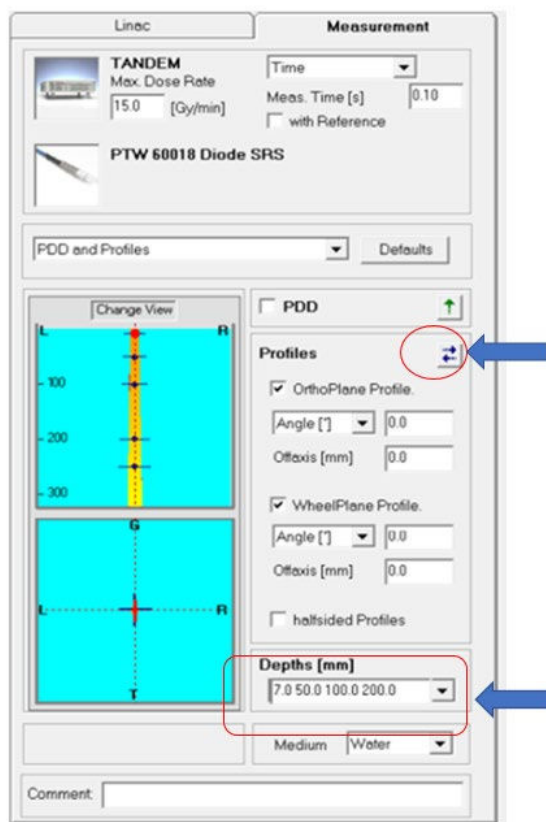
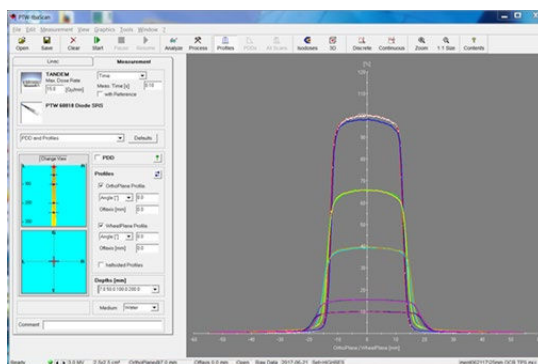

図 1-20。OCR の測定
図 1-21。OCR のプロット
- 25 mm コリメータで、PTW Mephysto にアクセスし、PDD の選択を解除し、**Profile** で **OthoPlane /WheelPlane** を選択します。スキャン方向をアイコン  で変更し、Depths を  $D_{\max}$ （7.0mm）、50、100、200、250 mm に変更します。TDS Linac Calibration から 50,000 MU のビームをオンにし、ビームがオンになったらすぐに PTW スキャンを開始します。典型的なセットアップとプロットを以下に示します（図 1-20、図 1-21 を参照）。